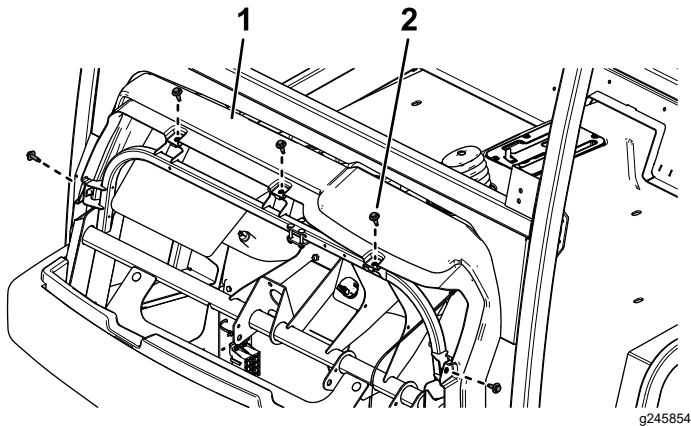

Figura 39
1. Retire los 5 pernos de cabeza hexagonal con arandela del salpicadero (Figura 39).